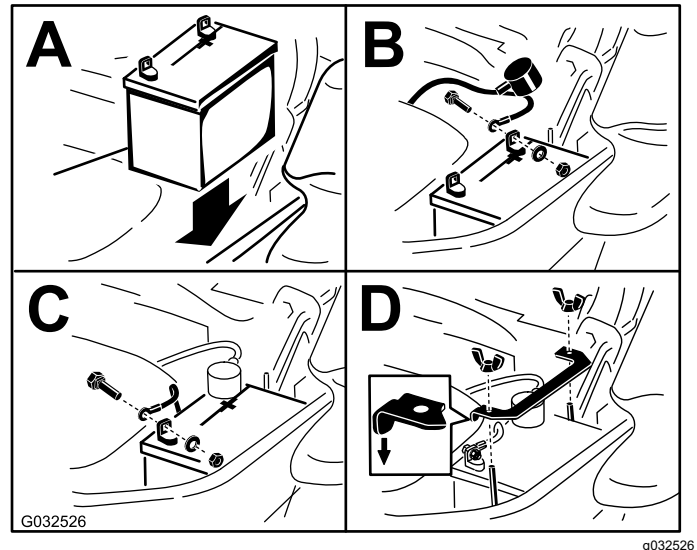

Figura 60
**Nota:** Coloque la batería en la bandeja, con los bornes frente al depósito de aceite hidráulico (Figura 60).